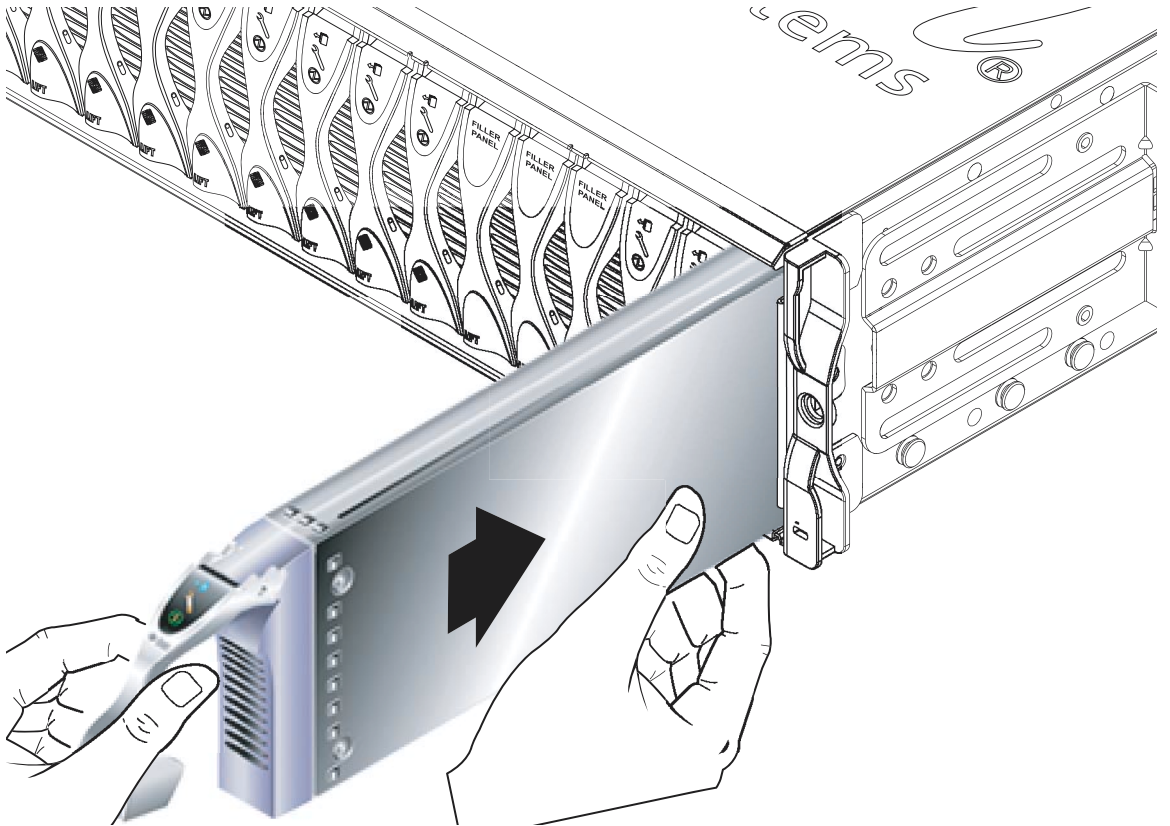

图 12-5 对准并插入刀片
确保刀片连接器正对着系统机箱，并使弹出杆装置的铰接点位于顶部。用空闲的那只手托住刀片的底部，同时将刀片推入系统机箱中（图 12-5）。
4. 将刀片插入所选系统机箱插槽中（图 12-5）。